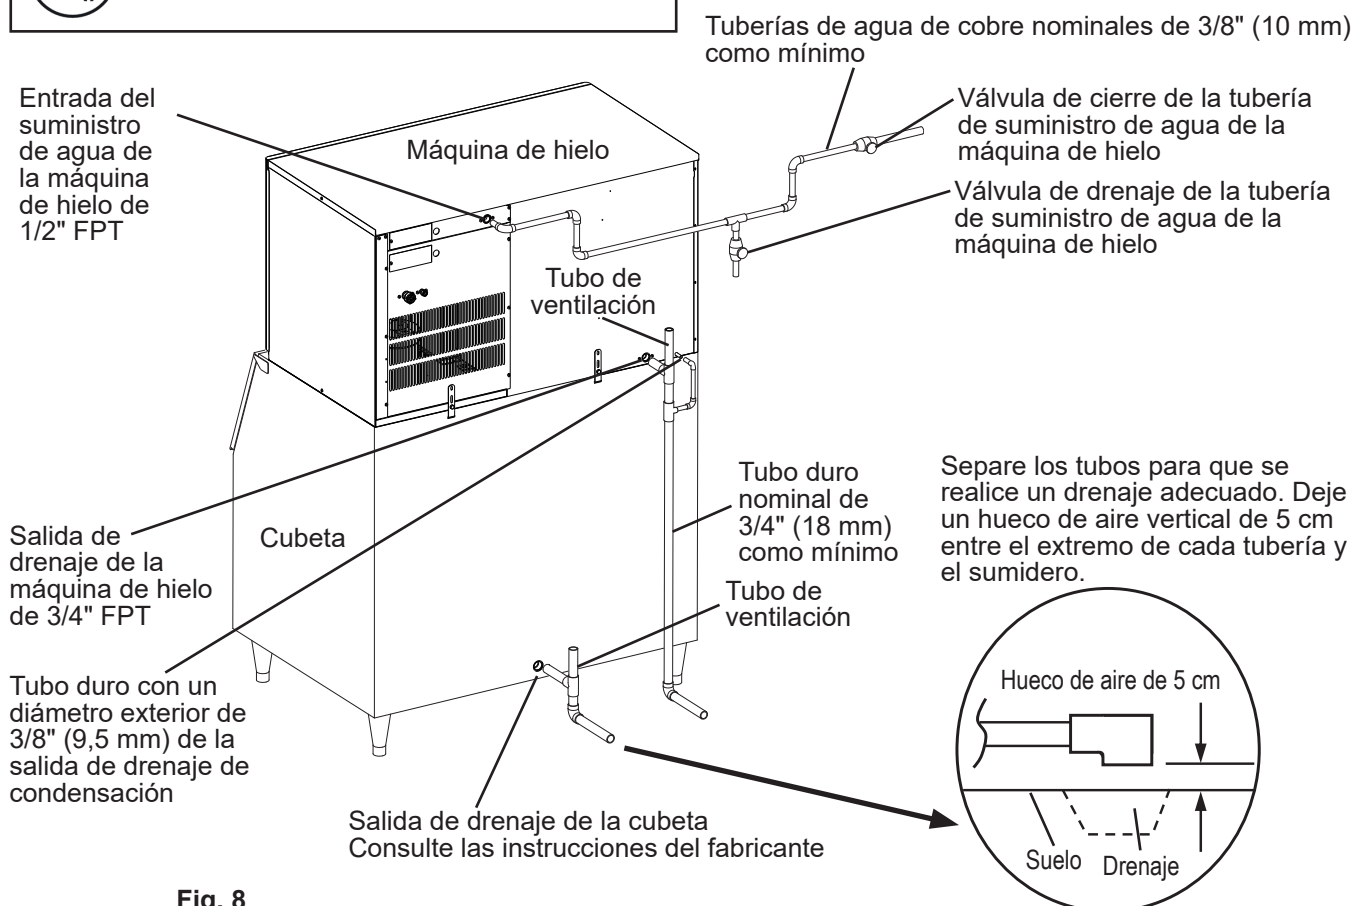

Fig. 8
G. Suministro de agua y conexiones de drenaje Consulte la Fig. 8.